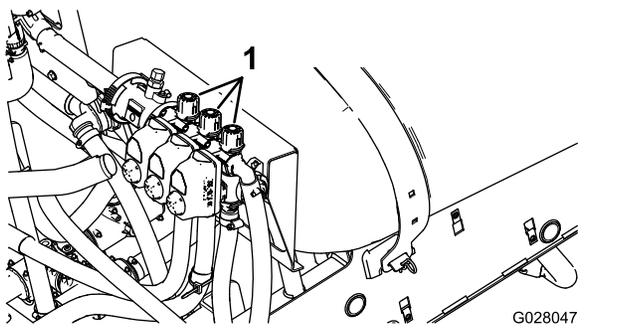

図 21
4. 右ブームバイパスノブ 図 21 を使って、先ほどと同じ水圧一般的には 2.75Bar = 2.8kg/cm² = 40psi に調整する。
6. 中央ブームバイパスノブ 図 21 を使って、先ほどと同じ水圧一般的には 2.75Bar = 2.8kg/cm² = 40psi に調整する。